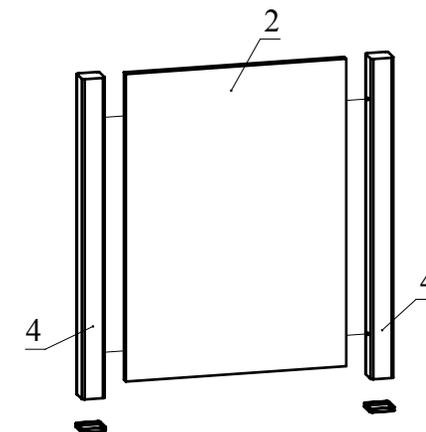

Рис.3
2. Установите накладки для профиль-ножек на детали 4. Установите деталь 2 между деталями 4 и зафиксируйте, повернув головки минификсов по часовой стрелке до упора (Рис. 3).